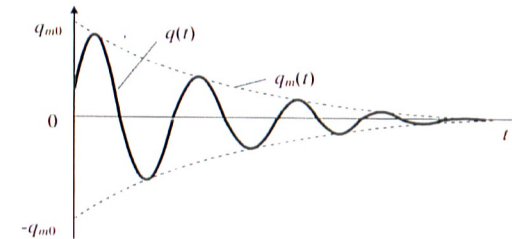

Рис. 2. Зависимости от времени величины заряда $q(t)$ (сплошная кривая) и амплитуды колебаний $q_m(t)$ (пунктирная кривая) в случае затухающих колебаний
На рис. 2 показаны зависимости от времени величины заряда конденсатора от времени $q(t)$ (сплошная кривая) и амплитуды колебаний от времени $q_m(t)$ (пунктирная кривая).
4. Включить осциллограф. Получить на экране картину затухающих колебаний (рис. 2). Установить эту картину симметрично относительно горизонтальной оси.